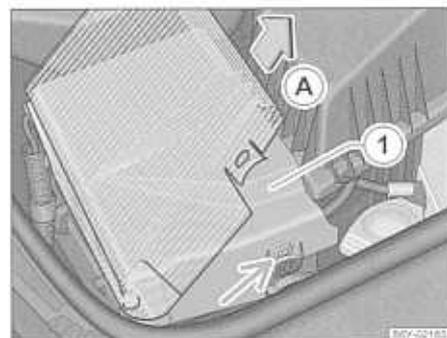

Fig. 131 Vano motor.
- Separe las pestañas de encastre situadas en los lados de la cubierta de la batería ①, levante la cubierta a una posición de aprox. 45° y sáquela en el sentido de la flecha A ⇒ fig. 131.